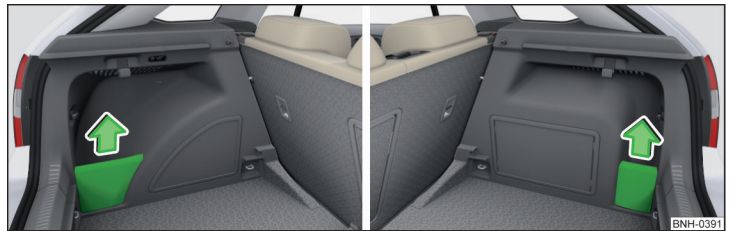

Abb. 96 Ablagefachabdeckung links/rechts abnehmen
- Die Abdeckung am oberen Teil fassen und in Pfeilrichtung herausnehmen » Abb. 96.